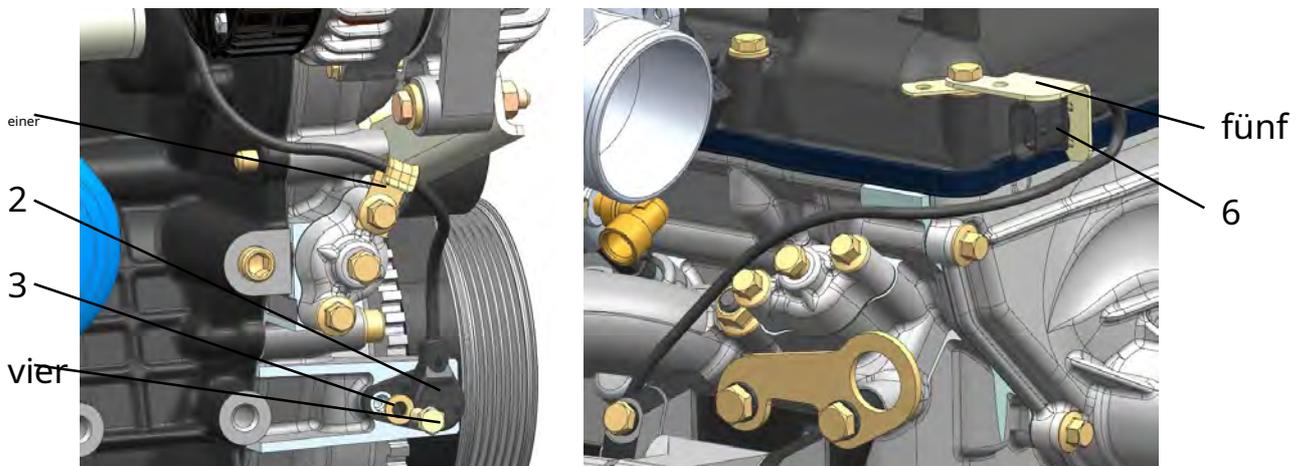

Abb. 214. Installation des Synchronisationssensors:
**12.** Montieren Sie den Synchronisationssensor 2 (Abb. 214) in das Gezeitenloch Kettenabdeckungen durch Anziehen der Schraube 4 mit Unterlegscheibe 3 mit einem Drehmoment von 5,9 ... 8,8 N m (0,6 ... 0,9 kgf · m). Das Sensorkabel in die Halterung 1 legen, gesichert durch die obere Schraube der unteren Hydraulikspannerabdeckung, den Block 6 in die Halterung 5 am Ventildeckel einführen.